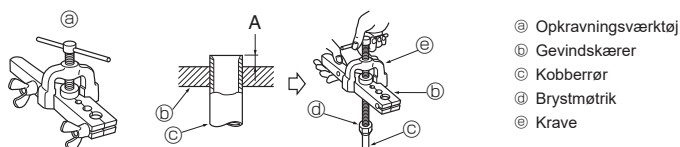

Fig. 5-5
5.3.4. Opkravningsarbejde (Fig. 5-5)